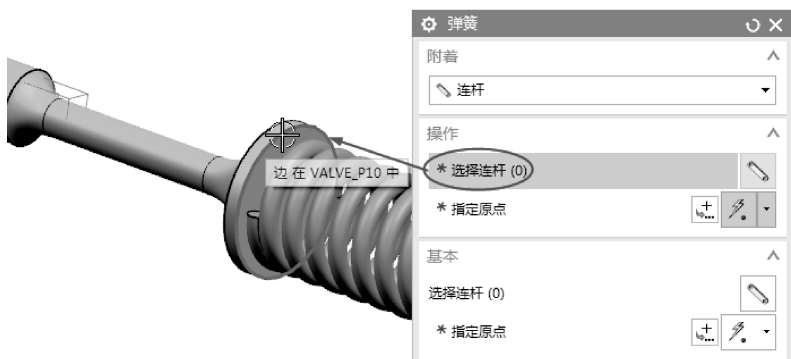

图 8-59 选择连杆及原点
- 16 首先选择顶杆底部的边界，程序自动拾取其中心点为原点（此点为弹簧的起点），同时也自动选取了连杆，如图 8-59 所示。